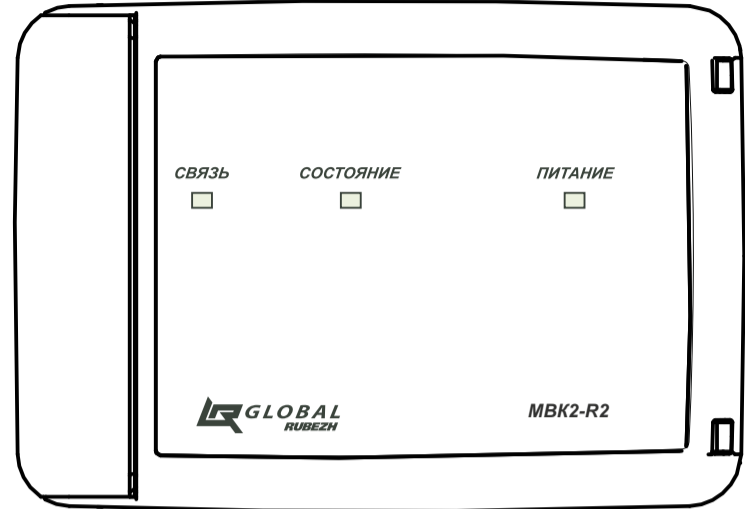

Рисунок 1
5.1 Модули конструктивно выполнены в пластмассовом корпусе. Корпус состоит из двух частей – основания и крышки. Крышка имеет три окна для индикаторов СВЯЗЬ, СОСТОЯНИЕ и ПИТАНИЕ (рисунок 1).